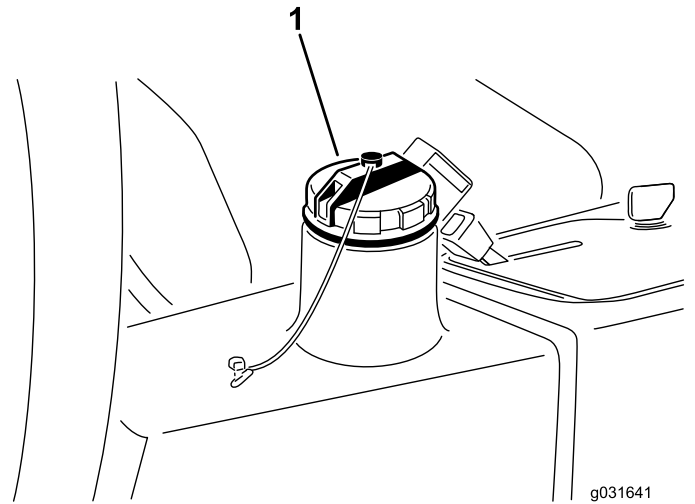

图 66
4. 向液压油箱图 66注入约 13.2L 液压油请参阅 检查液压系统 (页码 42)。